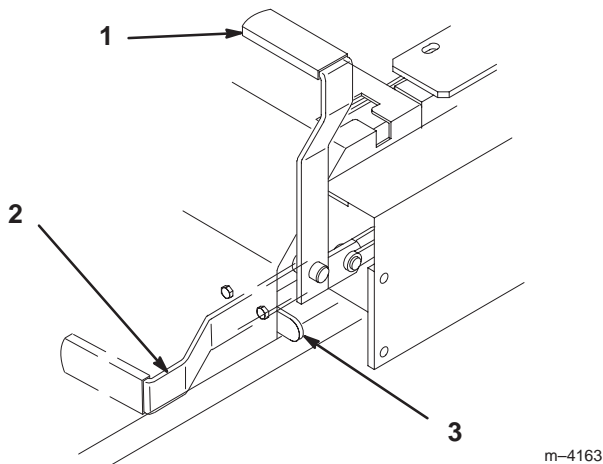

Figure 10
2. Tirez le frein de stationnement en arrière et vers le haut pour le serrer (Fig. 10). Une fois **serré**, le frein de stationnement ne doit plus bouger.
1. Poussez le levier du frein de stationnement vers l'avant et vers le bas (Fig. 10) afin de le desserrer. Le frein de stationnement est alors **desserré** et le levier est en appui contre la butée du frein.